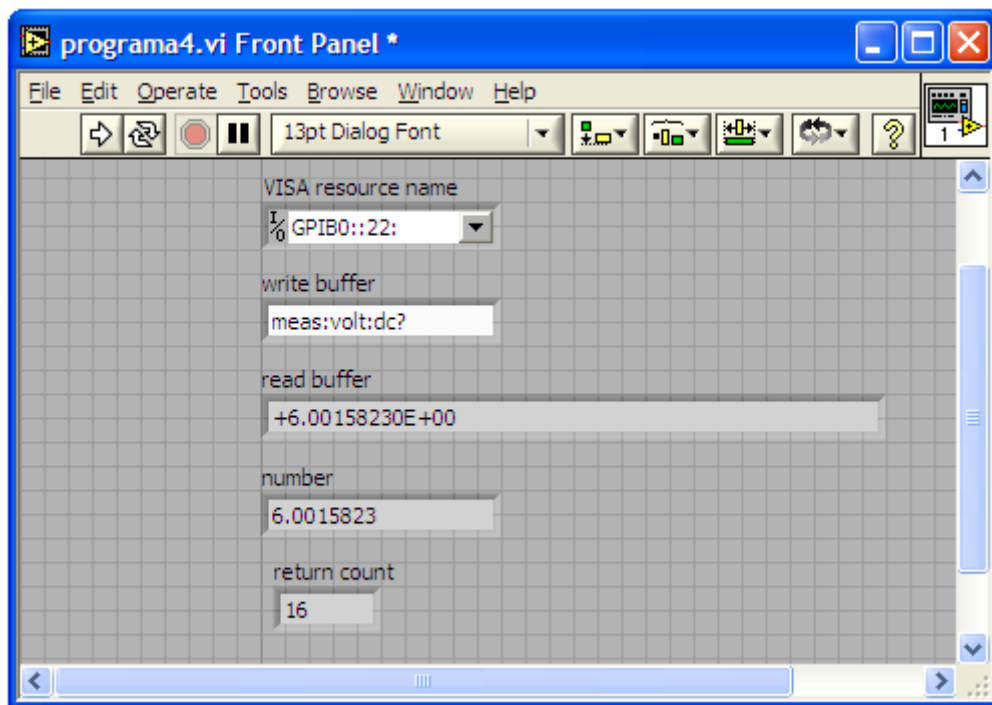

Figura 7.9: Panel frontal del programa LabView para adquirir voltaje.
5. **Correr el programa con la flecha superior izquierda del panel de control (figura 7.9).**